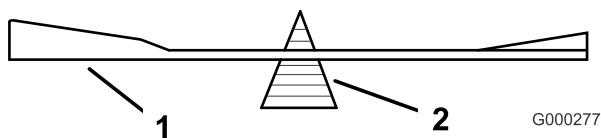
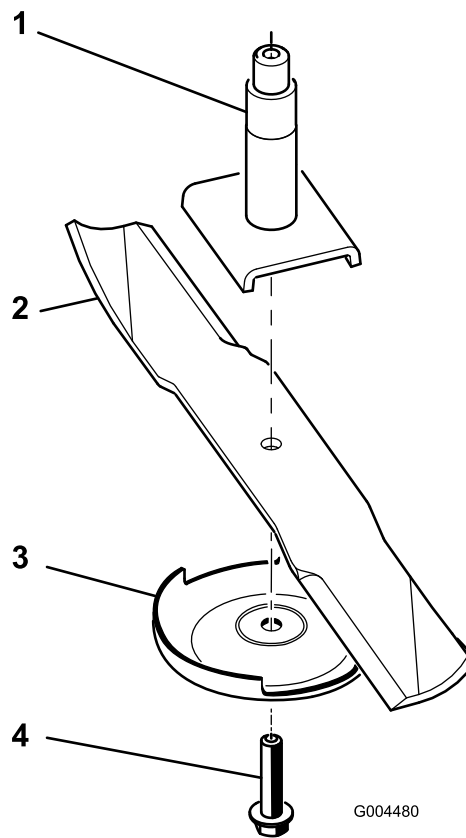

Figura 76
Figura 77
2. Retire a cavilha da lâmina, a placa anti-dano e a lâmina do eixo (Figura 77).
2. Verifique o equilíbrio da lâmina colocando-a num equilibrador de lâminas (Figura 76). Se a lâmina ficar na horizontal é porque está equilibrada e pode ser utilizada. Se a lâmina não estiver equilibrada, lime algum metal da extremidade da aba apenas (Figura 77). Repita este procedimento até a lâmina estar equilibrada.
1. Instale a lâmina no veio (Figura 77).
2. Instale a placa anti-danos e o parafuso da placa (Figura 77).